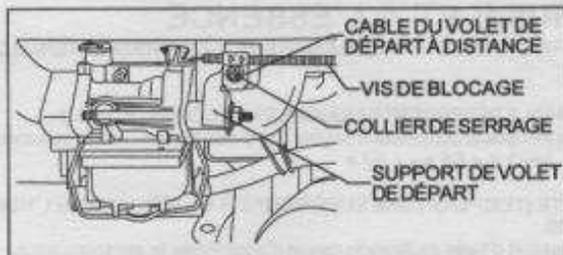

FIGURE 2A
- Mettre la commande de la machine ou le levier de commande du moteur (Figure 2A) sur « VOLET DE DÉPART » (CHOKE) ou « DÉMARRAGE » (START). **REMARQUE : SI ON REMET EN MARCHÉ UN MOTEUR ENCORE CHAUD APRÈS UNE COURTE PAUSE, METTRE LE LEVIER DE COMMANDE SUR « RAPIDE » (FAST) AU LIEU DE « VOLET DE DÉPART ».**